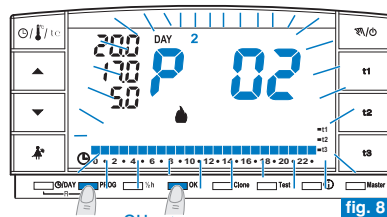

fig. 8
- Appuyer sur la touche **PROG** pour afficher les programmes, appuyer sur les touches   (ou PROG à impulsions) jusqu'à ce que le numéro du programme que vous souhaitez sélectionner s'affiche sur l'écran. Les programmes **P 02 (hiver)** et **P 03 (été)** conformément à leur configuration d'usine, ont tous les digits sur une échelle de 24h qui se réfèrent à la température de t3 (Absence) voir l'exemple en fig. 8.